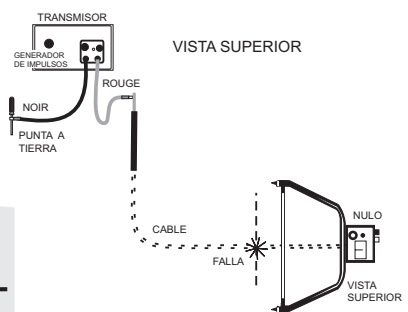

Figura 5. Receptor de Anulación - Segunda Vez
*Nota: El receptor se anulará cuando las sondas pasen a través de la falla de manera uniforme. Marque este punto. (Véase la Figura 5).*